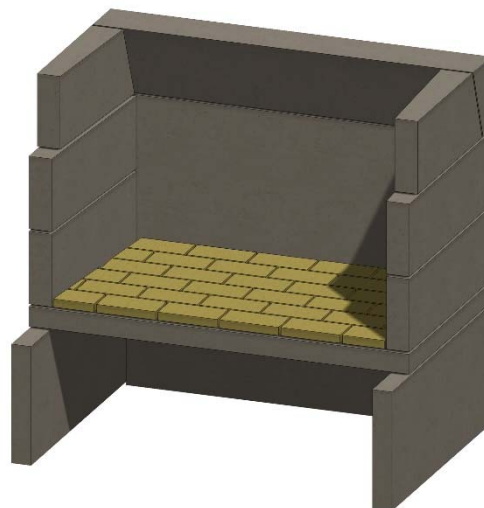

Figure 17. Brique réfractaire de plancher
J. Tapissez la chambre de combustion, en utilisant des briques réfractaires fendues et des joints de mortier de 1/4 pouce. Installez d'abord la brique réfractaire sur le plancher, avec un demi-pouce de Stone Age Multi-Purpose Ready-Mix ou d'un autre mortier haute température. Voir la figure 17.